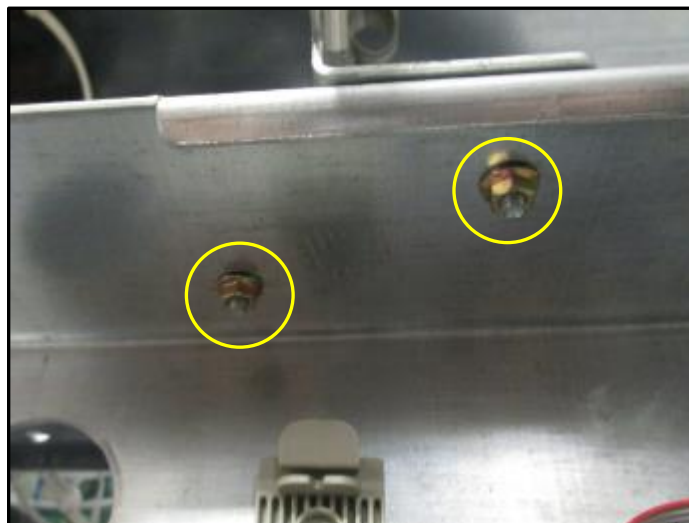

Fig 1.20 – Emplacement des écrous du support de commande CRIND
- 39.** Retirez et jetez les trois écrous 9/32 » qui fixent le support de commande CRIND au rail électronique supérieur dans la cavité électronique. (Fig. 1.20)